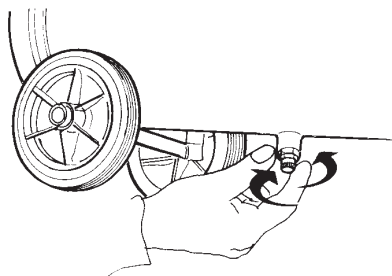

fig. 4
- veiller à ce que le robinet de déchargement de la condensation (fig. 4) situé au-dessous du réservoir soit fermé;
- Ôter le bouchon de déchargement de la condensation lorsque le réservoir est sous pression (*figure 4*).
Avant d'effectuer tout type d'intervention sur le compresseur, débranchez la fiche de la prise de courant et déchargez la pression du réservoir moyennant le robinet de déchargement de la condensation (*figure 4*); dévisser avec attention pour faire sortir l'air lentement, des résidus métalliques pouvant être présents à l'intérieur du réservoir. L'entretien approprié et régulier de votre compresseur est la condition de base pour son fonctionnement correct ainsi que la garantie d'une longue durée.
Déchargement de la condensation (*figure 4*)
- décharger tout l'air du réservoir (*fig. 4*);